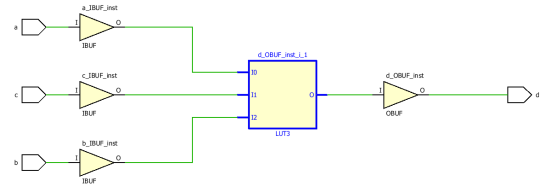

Figura 3. Circuito obtido através da síntese do Vivado.
c) O circuito sintetizado pelo Vivado está presente na Figura 3 e a Figura 4 estão presentes, respectivamente, o circuito sintetizado em uma LUT e a tabela-verdade com a expressão booleana dessa LUT. A expressão booleana encontrada foi $d = \overline{a} + \overline{b}c$.